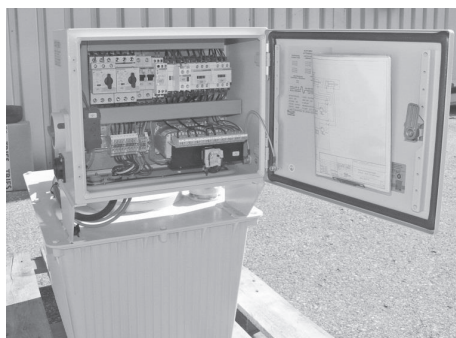

Fig. 15
2. Collegare le linee del cavo di alimentazione elettrica nel quadro di comando (2.5). Per il collegamento prestare attenzione alla corretta polarità del campo rotante. (Fig. 15)
- Lo schema del circuito della pompa idraulica si trova in una busta trasparente all'interno della porta del quadro elettrico. (Fig. 15)